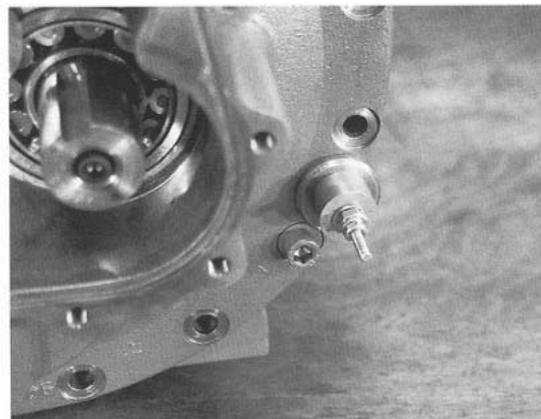

Рис. 55
34. Используя инструмент для извлечения XR12010J (рис. 55) выньте установочные штифты из главного картера, но не вынимайте их из редуктора.